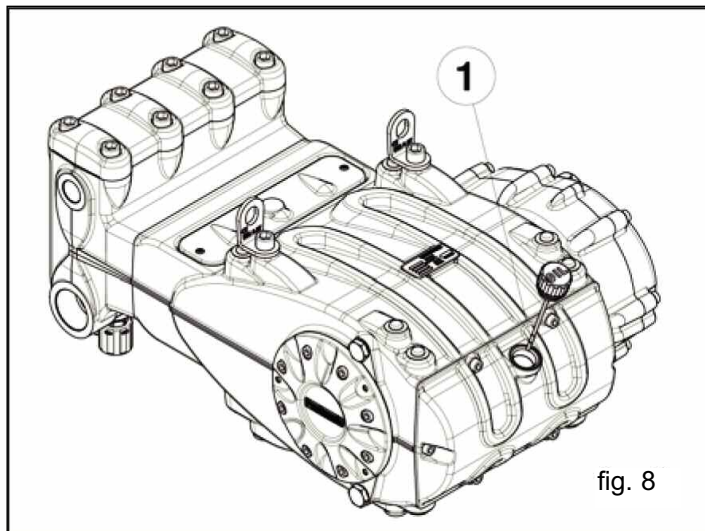

fig. 8
5. El nivel de aceite de la bomba debe verificarse usando las varillas medidoras de aceite correctas (posición 1, fig 8).